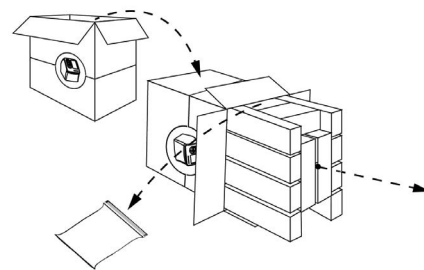

Рисунок 3
4. Переверните коробку на бок (рис. 3).
5. Аккуратно вытяните из коробки прибор вместе с защитным пенопластом, используя коричневую трубку, расположенную между панелями блоков пенопласта (Рис. 3).
6. Достаньте пакет с комплектующими и отложите в сторону (Рис. 3).